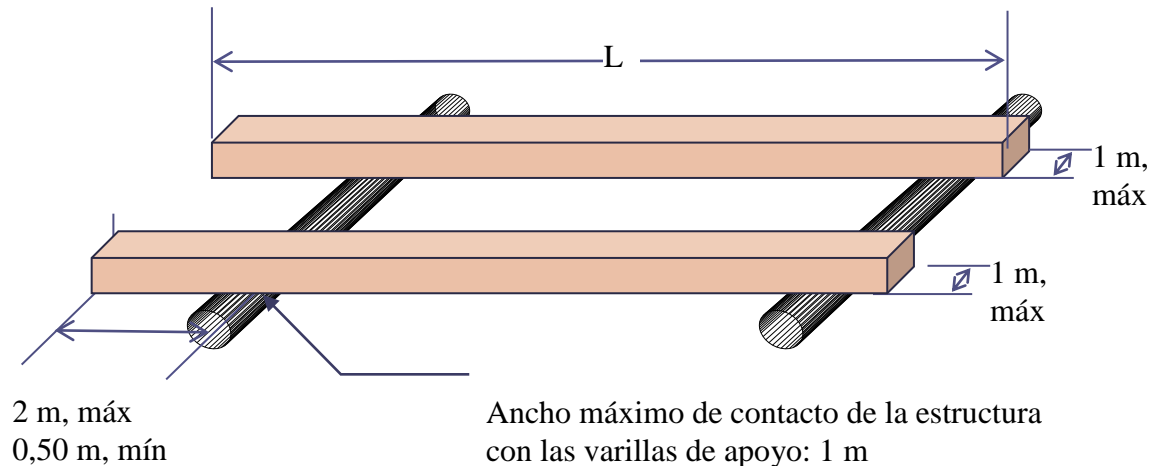

Figura 5. Detalle de apoyo de estructura en varillas
- Contacto del puente con los apoyos: solo se permiten dos superficies de contacto del modelo con cada uno de los apoyos. Estas superficies deben ser planas máximo de 1 m medidos perpendicularmente al eje de la varilla de apoyo para cada una. El puente no debe tocar los apoyos lateralmente ni por debajo, el único contacto entre el puente y los apoyos es en la parte superior de las varillas. Ver Figura 5.